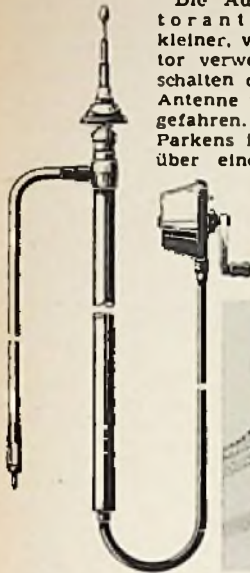

Bild 1. Kurbelantenne Typ Auta 1700 der Firma Hirschmann
**Hirschmann:** Bei der einfachen Kurbel-Ausführung Typ Auta 1700 (Bild 1) ist der Perlondraht auf eine Trommel aufgewickelt. Durch Drehen der Handkurbel wickelt er sich ab, schiebt sich in dem biegsamen Schlauchstück entlang und drückt die Teleskopstäbe der Antenne nach oben. Mit sechs bis sieben Kurbelumdrehungen ist die Antenne ausgefahren, und sie wird ebenso wieder eingezogen. Der Einbau wird dadurch erleichtert, daß der Schlauch abgenommen, für sich durch enge Bohrungen hindurchgeführt und dann wieder eingeklinkt werden kann.